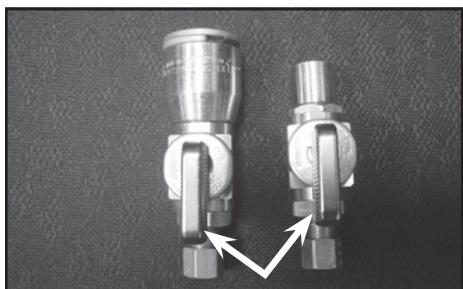
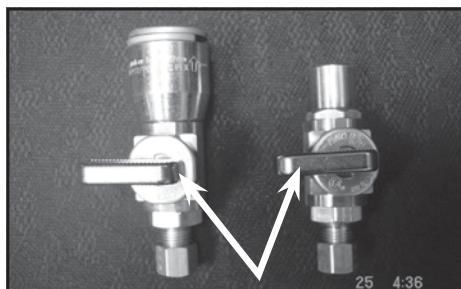

Fig. 1A (válvula abierta)
Fig. 1B (válvula cerrada)
- PLOMERÍA DE COBRE:** Usando papel de lija, limpiar los dos extremos de los tubos de cobre y aplique fundente a "todas" las superficies a soldar incluyendo el interior de la "T". Siga las instrucciones de instalación del fabricante provistas con el $\frac{1}{2}$ "x $\frac{1}{4}$ " soldadura masculina" OD Válvula de cierre con compresión de montaje (B).
- PLOMERÍA CON TUBO FLEXIBLE:** Siga las instrucciones de instalación que suministra el fabricante con el " $\frac{1}{2} \times \frac{1}{2}$ " x $\frac{1}{2}$ " Quick-Grip T (D) y $\frac{1}{2}$ " Quick-Grip x $\frac{1}{4}$ " OD de Válvula de cierre con compresión de montaje (E).
- Cierre la válvula nueva instalada (ver fig. 1A y fig. 1B) y poco a poco vuelva a abrir el tubo de agua fría y compruebe que no haya fugas. Si se detectan fugas, cierre inmediatamente el suministro de agua y repare cualquier / todas las fugas. Si no se detectan fugas, siga al paso 7.